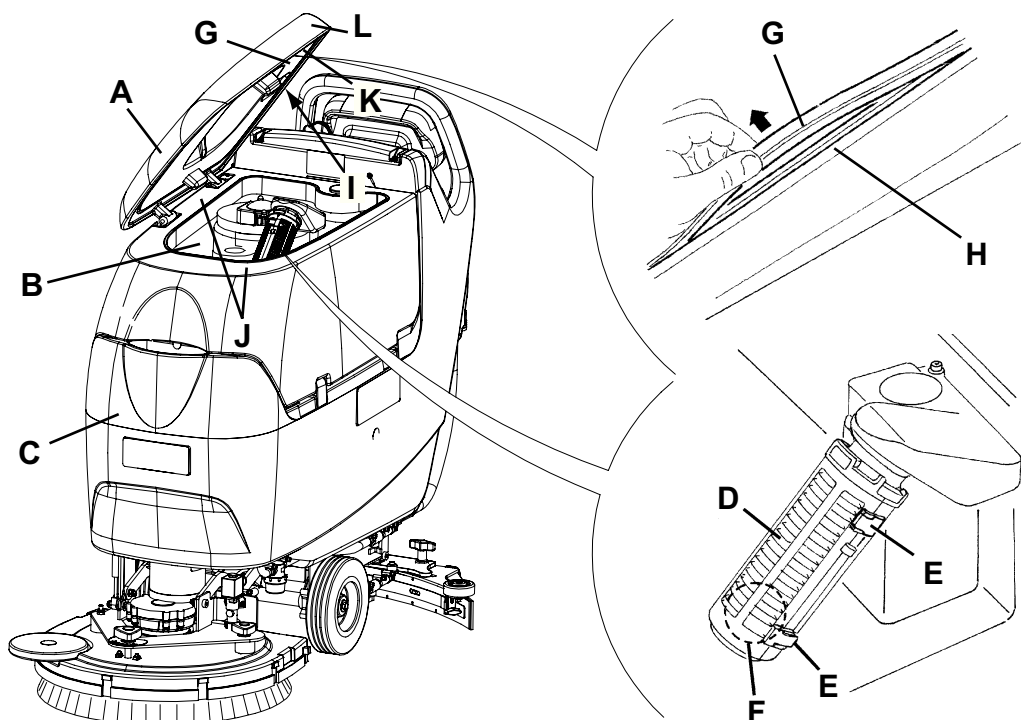

Рис. 6
3. Откройте крышку (A, Рис. 6) в положение для мытья (L).
4. Помойте чистой водой крышку (A), бачки (B и C) и вакуумную решетку с автоматически запирающим поплавком (D). Спустите воду из бачков с помощью шлангов (16 и 17).
5. В случае необходимости освободите фиксаторы (E) и откройте решетку (D), приведите в порядок поплавки (F), очистите все компоненты и затем установите их назад.
6. Проверьте, цела ли прокладка крышки (G).